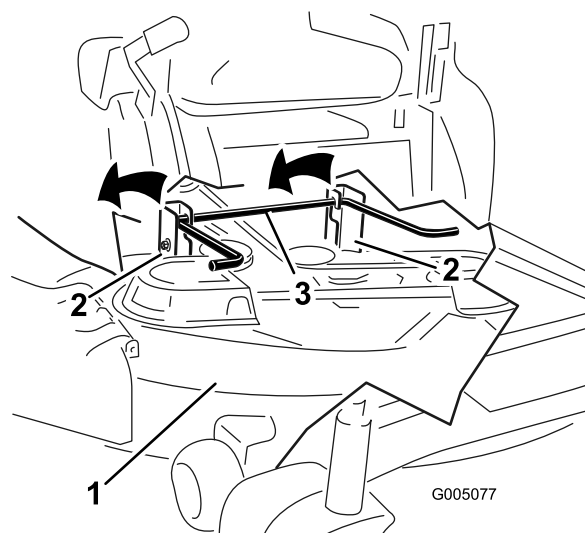

Figura 66
5. Alzate la parte posteriore del piatto di taglio e guidate i supporti di sospensione lungo l'asta di sollevamento posteriore (Figura 66).